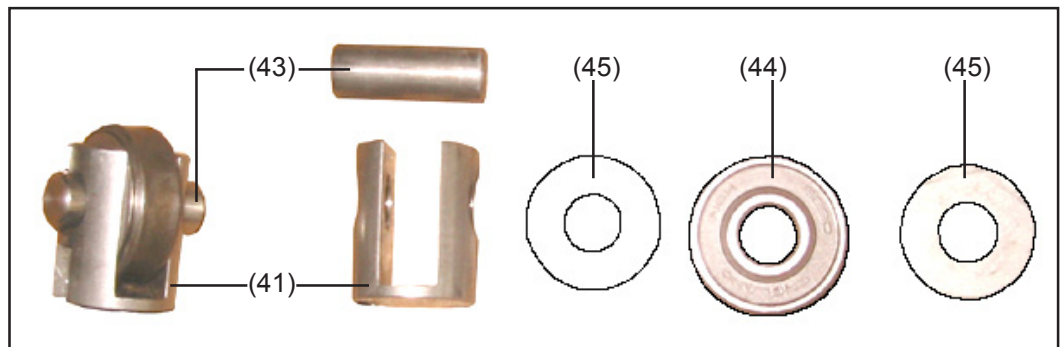

Fig.49 Enlever les axes
**NOTE !** Risque d'endommagement des axes. Utiliser uniquement un marteau en bois ou en plastique pour pousser les axes (43) hors de leur logement (41) - fig. 49. Ne surtout pas utiliser de marteau métallique.